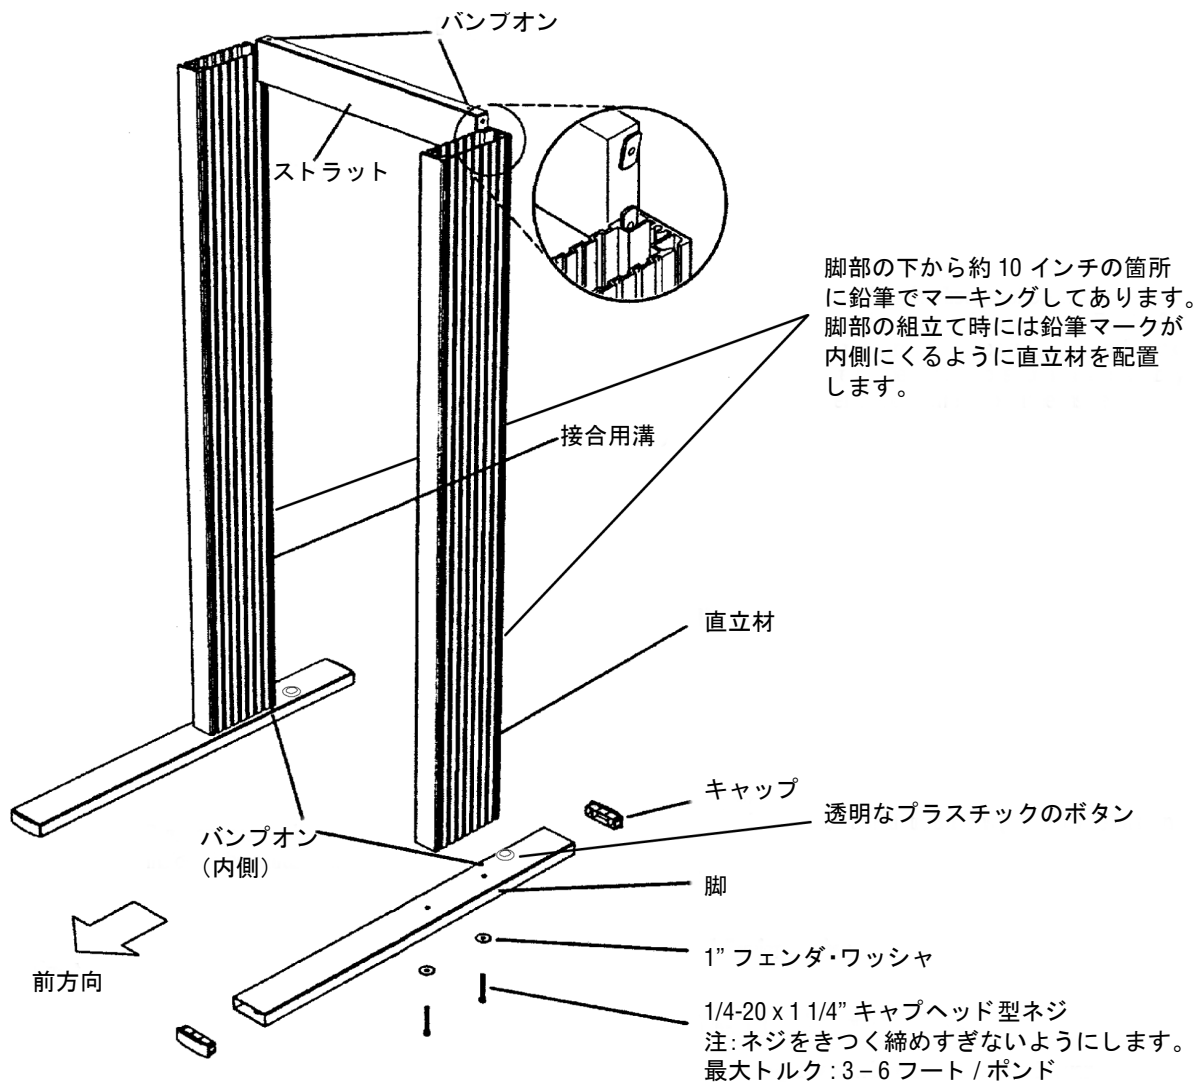

図 4: 脚部アセンブリとストラットの調整
2. 脚部アセンブリの水平バーに小さいプラスチックのボタンがついていることを確認します。このボタンが台車の後部方向内側になります。図 4 に示すように、脚部アセンブリを置きます。脚部アセンブリ間のスペースがストラットの長さにほぼ等しい程度にしておきます。
4. 図 4 に示すように、脚の上に支柱を置き、キャスタ取付部が下に向くようにします。
- 図 4 に示すように、脚部アセンブリの間にストラットを水平に取り付けます。ストラットの開いている方が後部に向きます。ショートレールを脚部アセンブリの**後部側**の接合用の溝に合わせます。